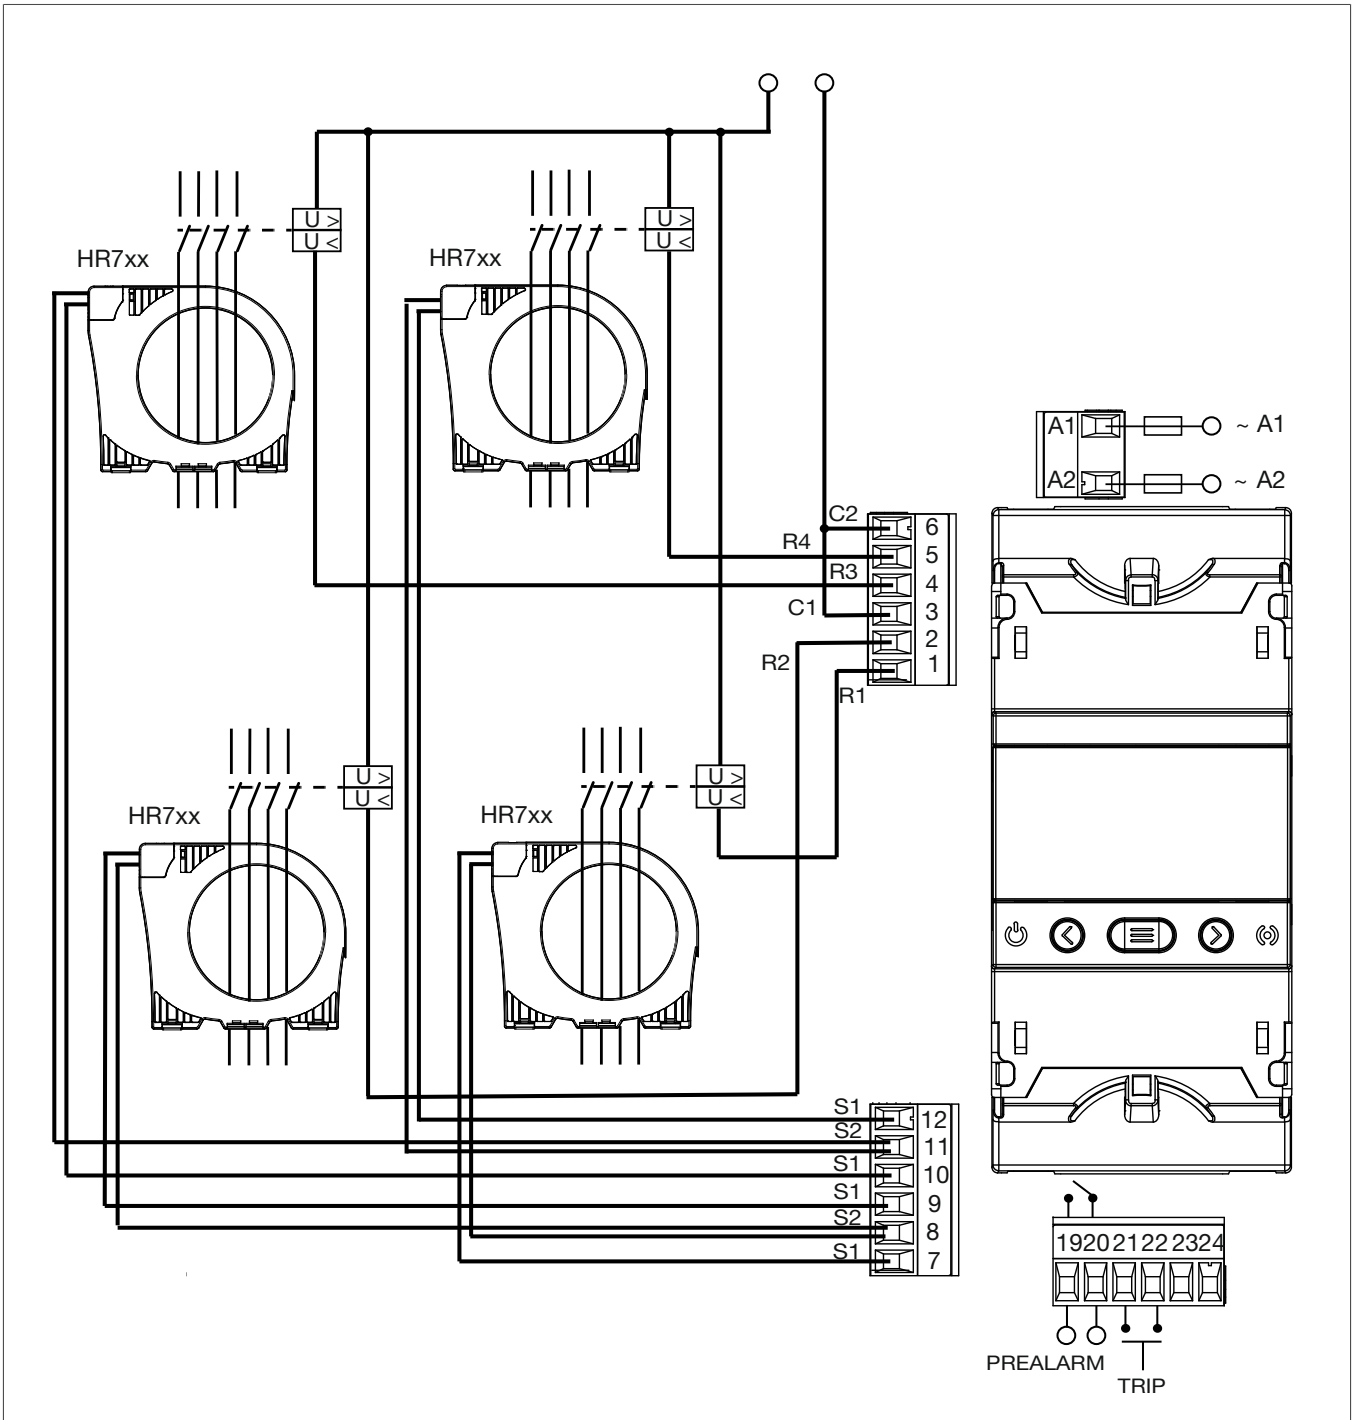

Bild 4: Gerät anschließen
- 3 Das Gerät anschließen und verdrahten (Bild 4: Gerät anschließen).